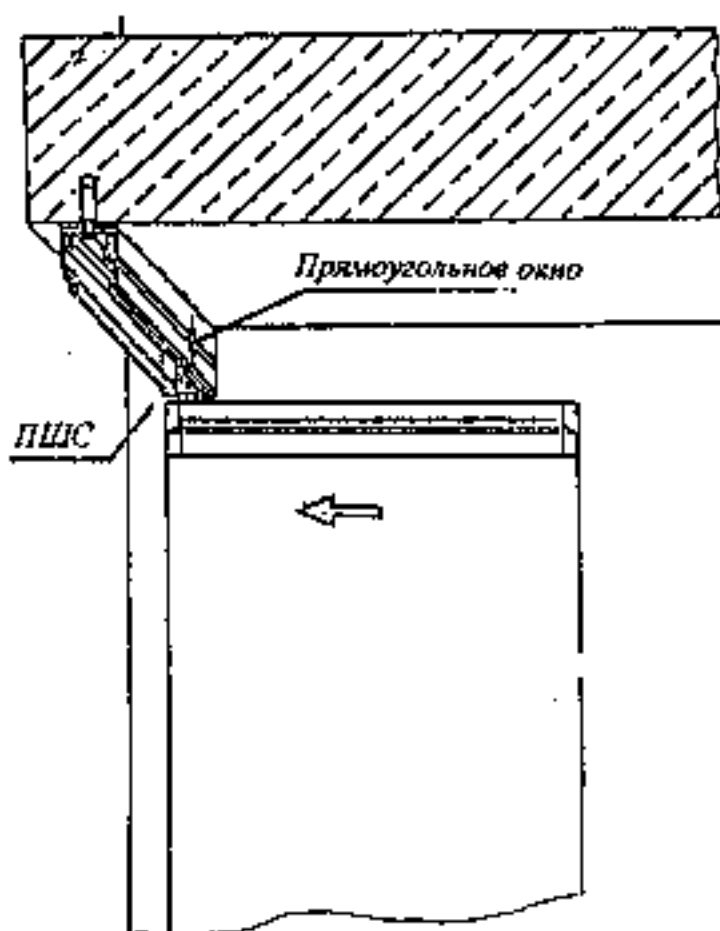
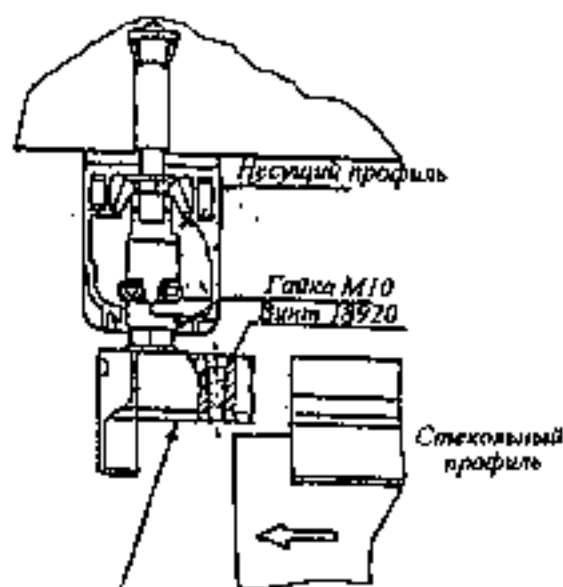

Рис. 5
Рис. 6
3.1. Первой устанавливается поворотная створка (в закрытом положении она фиксирует остальные створки). Для этого поворотная створка свободной от заглушек частью профиля надевается одновременно на детали крепления ролика (закрепленных на поворотно-шарнирных системах (ПШС) на концах верхнего и нижнего профилей) до упора в стекловую боковую заглушку и фиксируется гайками М10. После окончания монтажа всей системы обязательно дополнительно закрепить поворотные створки затяжкой винтов арт. 18920, которые находятся в детали крепления ролика Рис. 5, Рис. 6.